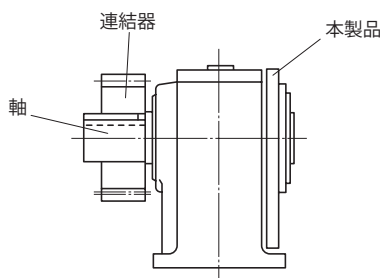

図 5-7
- スプロケットやギヤの荷重作用点が、軸中央より本製品側へくるようにしてください。(図 5-7 参照)